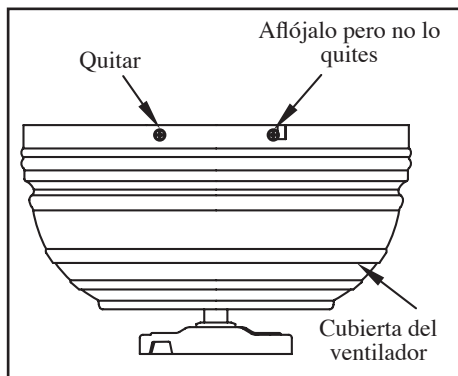

Figura 8
1. Quita de la parte superior de la placa de montaje, dos tornillos en dos extremos en diagonal y afloja los otros dos (Figura 8).